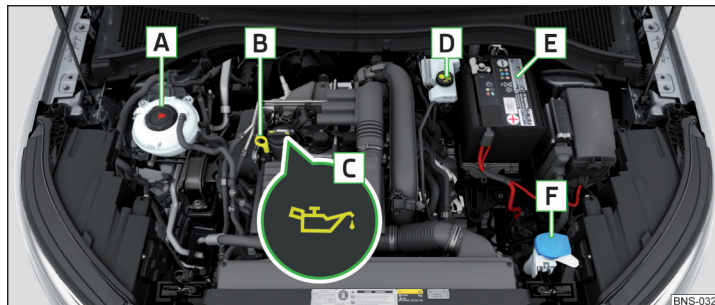

Abb. 325 Anordnungsbeispiel im Motorraum
- › Den Deckel der Motoröleinfüllöffnung **C** abschrauben » Abb. 325 auf Seite 294.